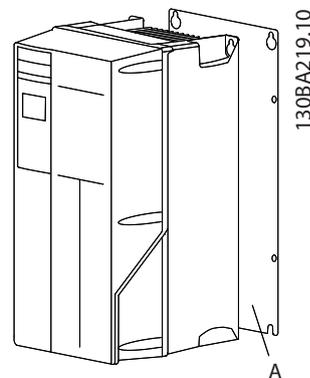
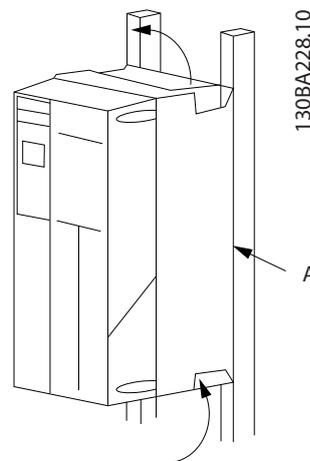

Ilustración 2.2 Montaje correcto con placa posterior
Ilustración 2.3 Montaje correcto con raíles
- Monte la unidad en una superficie plana sólida o en la placa posterior opcional para proporcionar flujo de aire de refrigeración (consulte *Ilustración 2.2* y *Ilustración 2.3*)